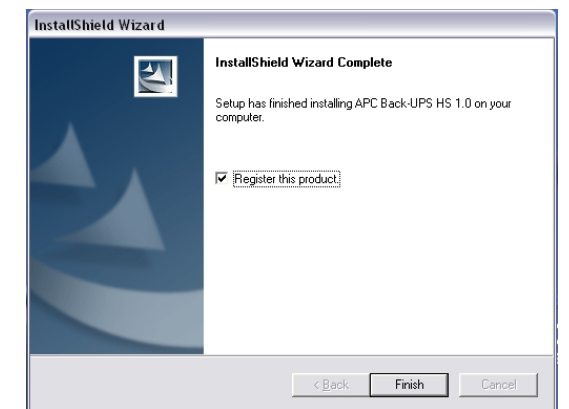

Abbildung 6. Abschlussbildschirm des InstallShield-Assistenten
- Die Software zeigt nun den Abschlussbildschirm **InstallShield Wizard Complete** an (Abbildung 6). Durch Klicken auf **Finish** beenden Sie das Installationsprogramm.